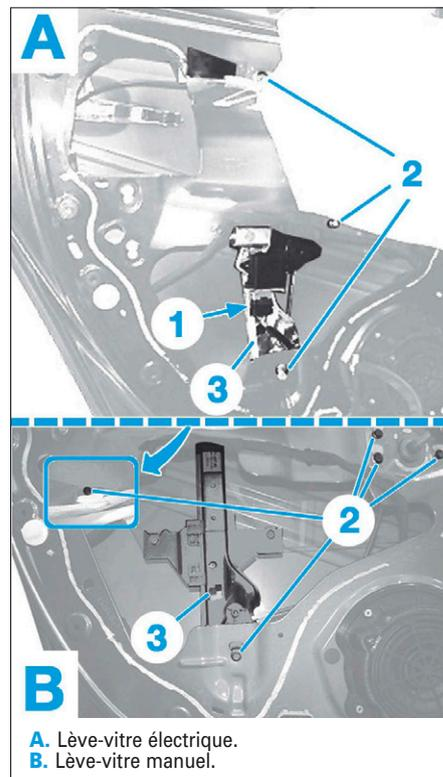

FIG. 76
- Débrancher le connecteur (1) (avec lève-vitre électrique).
- Desserrer les vis (2) sans les déposer (Fig.76).
- Déposer le mécanisme de lève-vitre (3) par l'ajoutage intérieur de la porte.